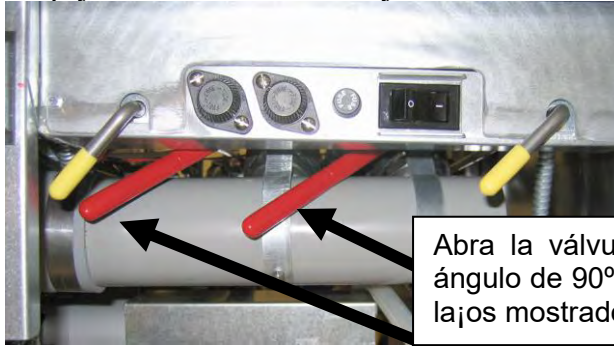

Figura 5
3. Drene el contenido de la cubeta en la bandeja del filtro girando el mango de la válvula de drenaje en un ángulo de 90° (véase la figura 5). Si es necesario, utilice la varilla de limpieza *Fryer's Friend* para despejar el interior del drenaje de la cubeta.